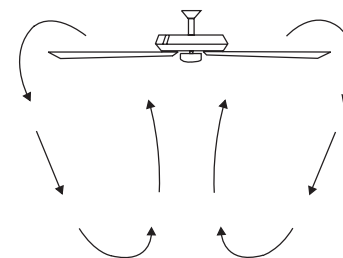

Figura 35
**Operación en clima frío:** Reversa (el ventilador gira en el sentido de las manecillas del reloj). Un flujo de aire ascendente mueve el aire caliente de las áreas del techo (**Figura 35**). Esto le permite configurar su unidad de calefacción en una temperatura más baja sin afectar su comodidad general.